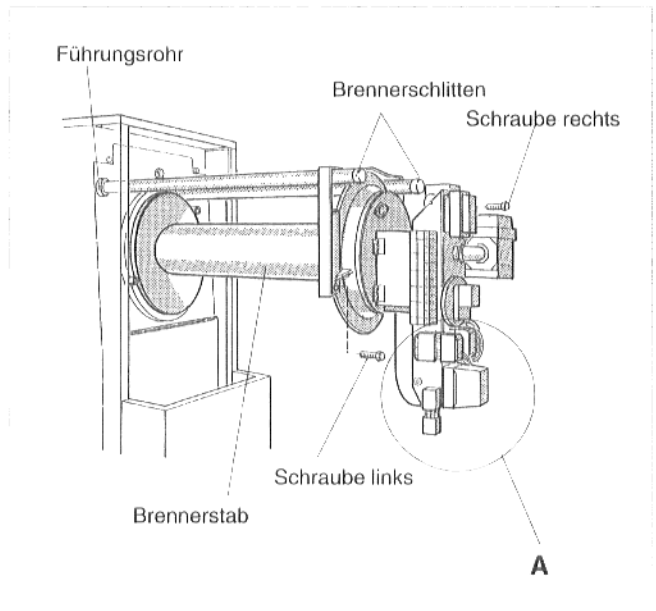

Abb. 2
- Brenner an seinem Brennerschlitten in die Führungsrohre einsetzen (Abb.2). Dies sollte von zwei Personen durchgeführt werden.
- Brennertür mit den beiliegenden Befestigungsschrauben am Kessel befestigen (Anzugsmoment ca. 10–15 Nm, Abb. 2 und 3).